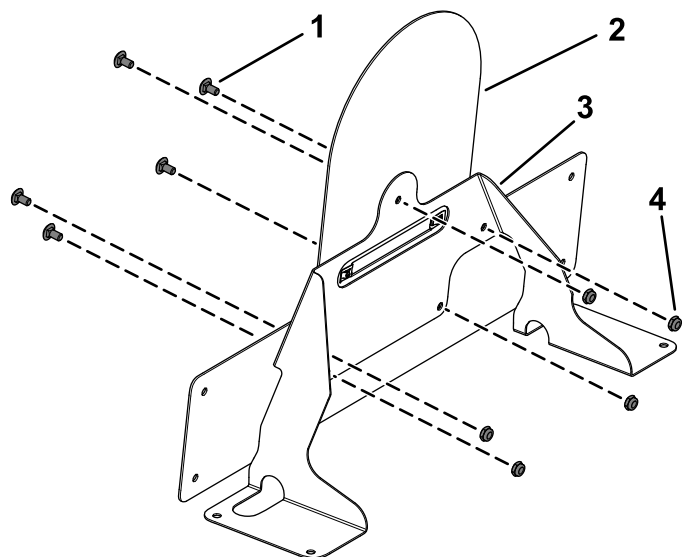

Bild 27
7. Befestigen Sie die Halterung der Geschwindigkeitsplatte mit fünf Schlossschrauben ($\frac{1}{4}'' \times \frac{1}{2}''$) und fünf Sicherungsmuttern ($\frac{1}{4}''$) an den Markierungshalterung, wie in Bild 27 abgebildet.